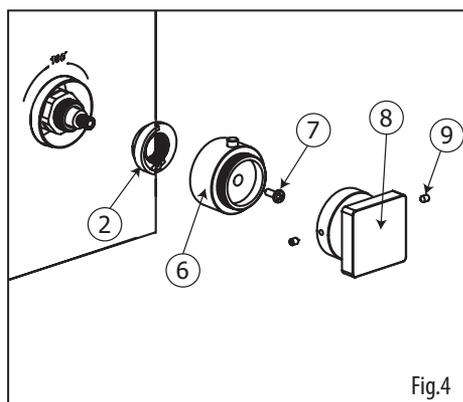

Fig.4
- Enlever la poignée (8), l'adaptateur (6) et le limiteur de température (2) tel qu'illustré (fig.4).